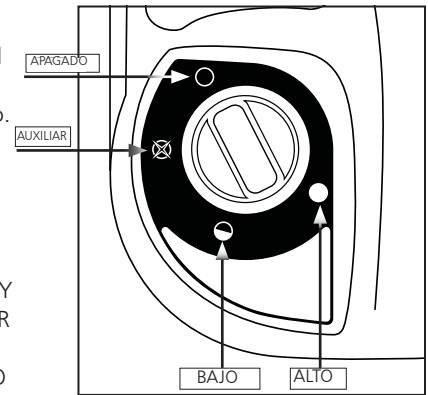

Figura 1: Pomo de control
- Asegúrese de que el pomo de control de cuatro posiciones esté en la posición "OFF" : consulte la figura 1.
- Una vez que el mosaico del quemador se haya puesto de color naranja brillante, ajuste la salida de calor girando el pomo de control hasta la posición deseada (ajuste "LO" o "HI"). Figura 1.